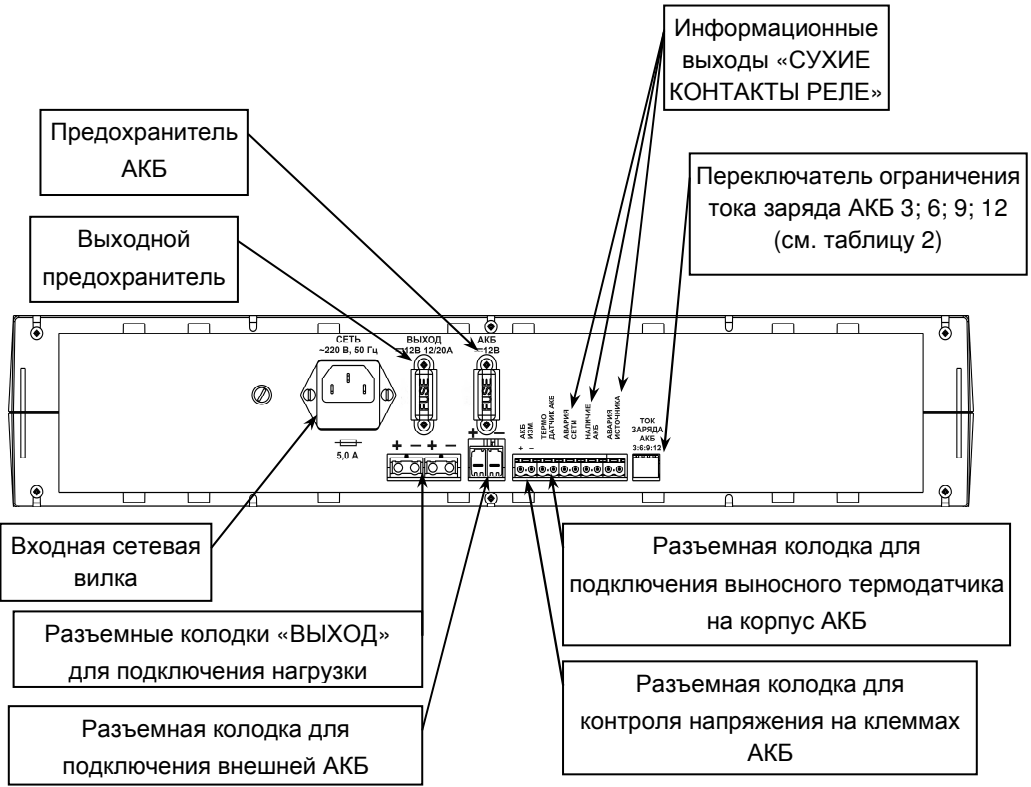

Рисунок 2 — Общий вид задней панели источника
На задней панели корпуса изделия расположены (см. рисунок 2): входная сетевая вилка, переключатель тока ограничения АКБ, разъемы информационных выходов, разъём для подключения внешней АКБ, разъемы для подключения нагрузки.
Изделие обеспечивает ограничение тока заряда АКБ. Выбор одного из 4-х значений ограничения тока заряда АКБ осуществляется переключателем (см. рисунок 2) Изменение выбранного значения ограничения тока заряда АКБ следует выполнять в следующей последовательности:
**Подключение внешних цепей к изделию** в соответствии с назначением клемм подключения (см. рисунок 2) выполняется в следующей последовательности: